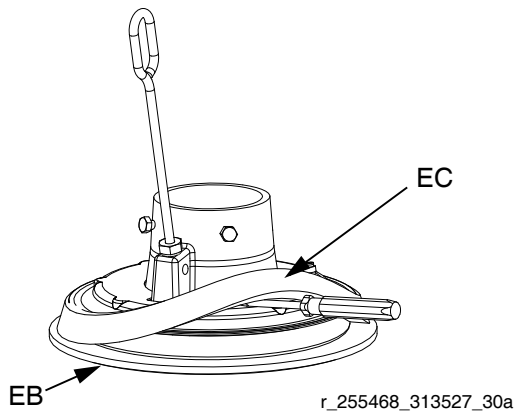

ABB. 17: Anwinkeln des Distanzstücks
3. Distanzstück (EC) von Hand anwinkeln, und es von der Folgeplatte entfernen, indem es nach unten über den Flansch und die unteren Abstreifer (EB) gezogen wird. Siehe ABB. 17.
4. Distanzstück (EC) aufbewahren, da es für andere Anwendungen benötigt wird.
2. Sicherstellen, dass der große Durchmesser des Distanzstücks (EG) nach **unten zeigt**. Distanzstück (EC) von Hand über die Folgeplatte ziehen, bis es sich vollständig über dem Flansch der Folgeplatte befindet. Siehe ABB. 17.